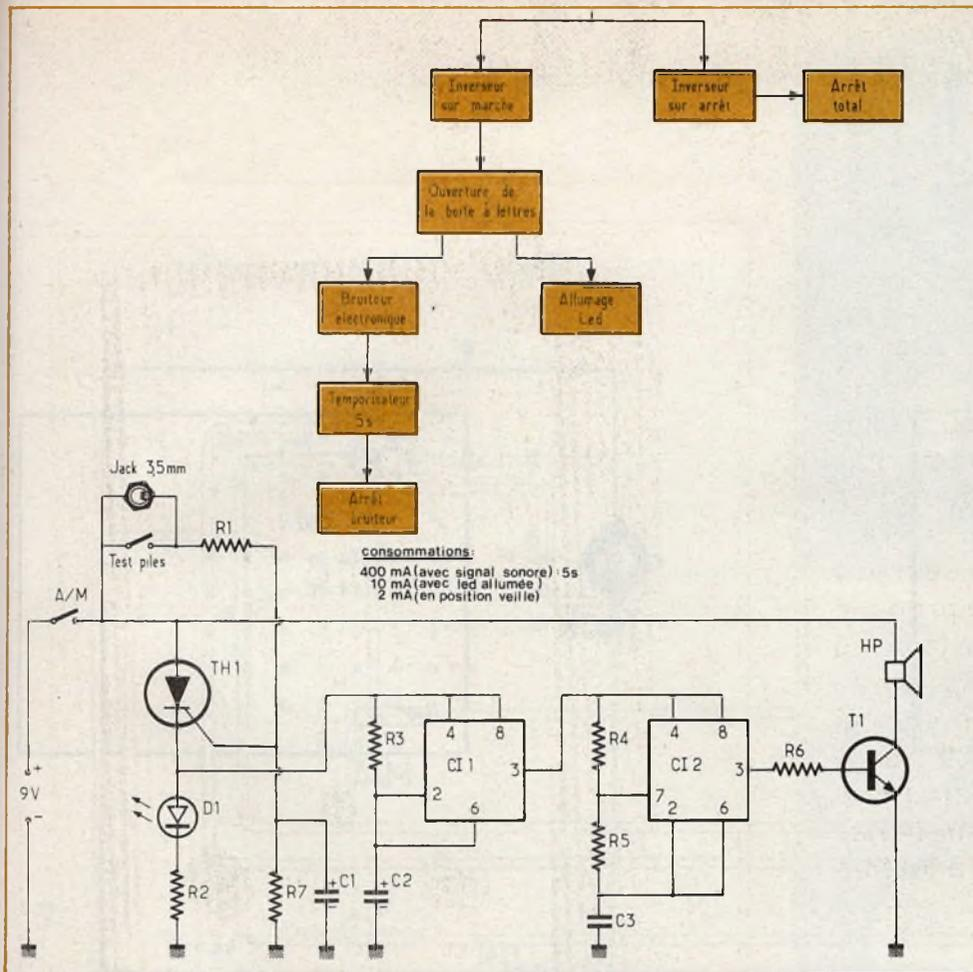

Fig. 1. et 2. - Synoptique complet du montage et utilisation de deux NE 555.
- Le signal sonore, toujours très gourmand en électricité, est limité à 5 secondes (fig. 1).